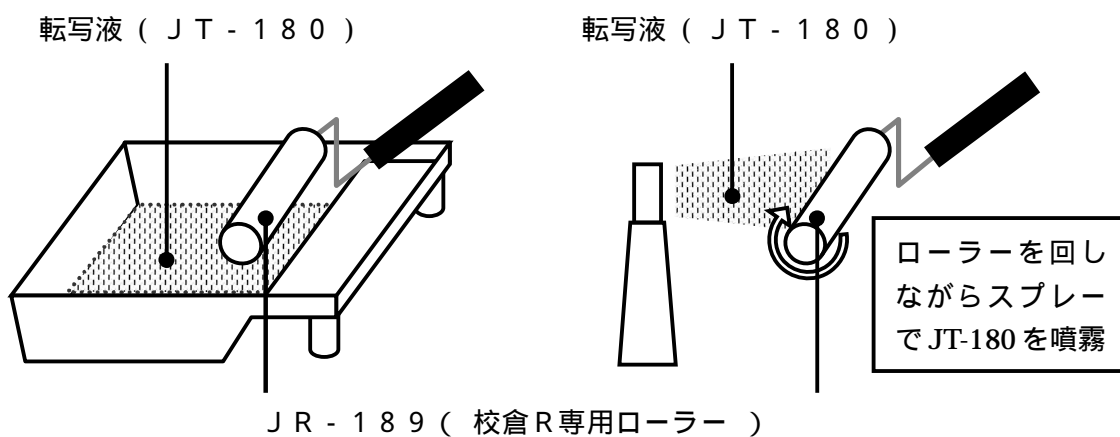

図2
- ・専用ローラーJR-189に転写液JT-180を塗布してください(図2)。